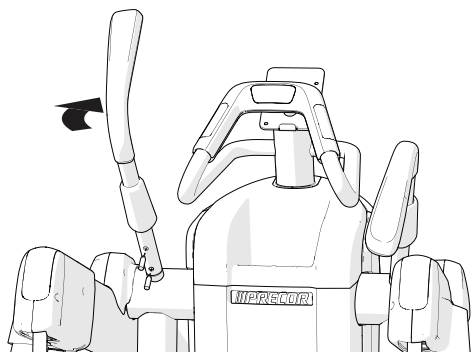

Рисунок 18
2. Поверните рукоятку ровно на пол оборота (180°) (см. рисунок 18).